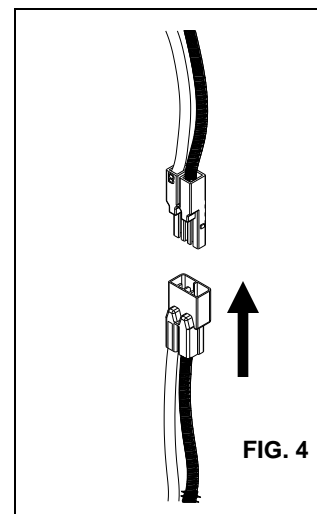

FIG. 4
3. Branchez le CONNECTEUR FEMELLE de la GARNITURE DE RÉNOVATION dans le CONNECTEUR MÂLE du SUPPORT ADAPTATEUR. **(FIG. 4)**
1. Branchez le CONNECTEUR FEMELLE de la GARNITURE DE RÉNOVATION dans le CONNECTEUR MÂLE du BOÎTIER HALO. **(FIG. 4)**